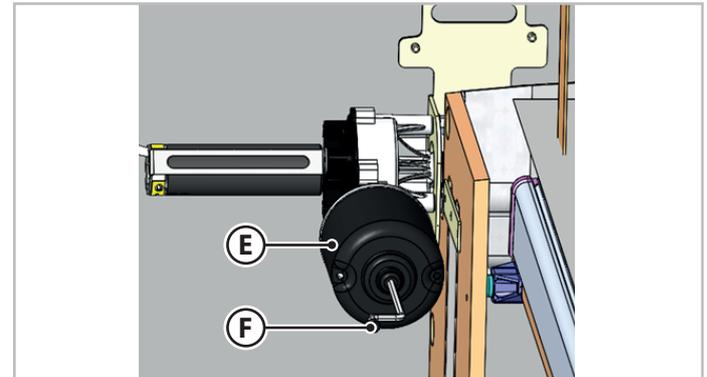

Fig.6.17 - Débloccage électrique du lit type B
2. Au bas du moteur (E - Fig.6.17), insérer la clé Allen (F - Fig.6.17) dans son logement pour le mouvement manuel.